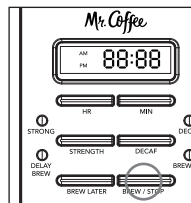

Figura 9
3. Para activar la DEMORA DEL COLADO y programar su cafetera para colar café luego, oprima el botón SELECTOR dos veces (Figura 9). La luz ambarino de DEMORA DEL COLADO se encenderá. Ahora la cafetera está lista para colar café automáticamente más tarde a una hora preseleccionada. Ahora se encenderá la luz de INTENSIDAD DEL COLADO. Usted puede seleccionar la intensidad que desee oprimiendo el botón de INTENSIDAD DEL COLADO.
**Para cancelar DEMORA DEL COLADO:** Oprima el botón SELECTOR, LA LUZ DE DEMORA DEL COLADO se apagará (FIGURA 9)